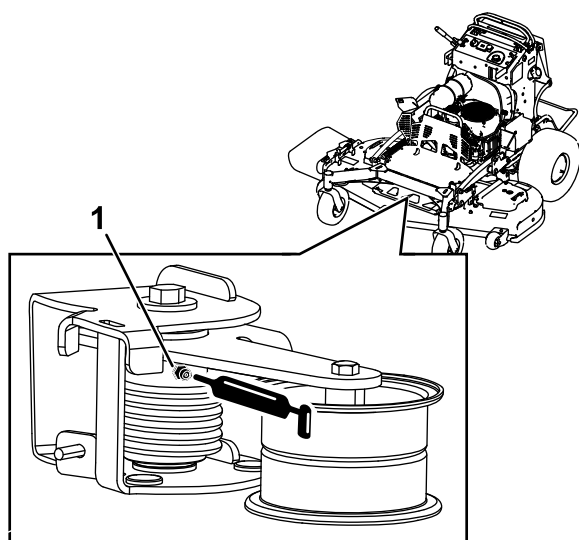

Figure 39
2. Graissez le ressort de torsion sur le plateau de coupe au moyen d'une graisse haute température, au niveau du graisseur montré à la Figure 39.